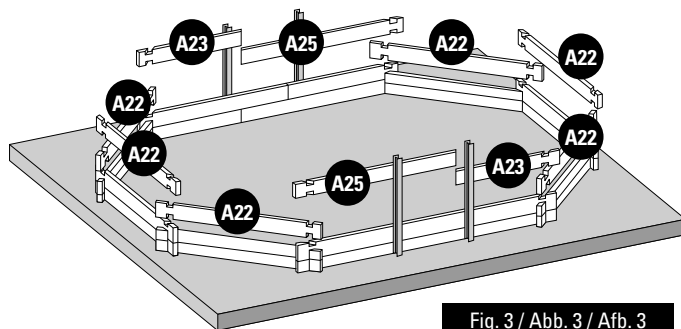

Fig. 3 / Abb. 3 / Afb. 3
- EN** **3rd LAYER OF BOARDS:** Install the third layer of boards as shown in figure 3. The position of the refilling fitting with the key and the skimmer should be defined at the start of the assembly (read the specific paragraphs).
- FR** **3ÈME RANGÉE MADRIERS :** Positionnez les madriers de la 6ème rangée conformément à la figure 3. Vous devez avoir déterminé l'emplacement de la buse de refoulement et du skimmer dès le début du montage (voir paragraphes spécifiques).
- DE** **3. BRETTERREIHE:** Platzieren Sie die Bretter der dritten Reihe laut Abb. 3. Zu Beginn der Montage müssen Sie die Lage des Druckventils und des Skimmers festlegen (lesen Sie hierzu die entsprechenden Abschnitte).
- NL** **3ª RIJ PLANKEN:** Plaats de planken van de derde rij zoals te zien is op afbeelding 3. U moet al bij aanvang van de montage bepalen op welke plaats het uitstroommondstuk en de skimmer moet komen (less de betreffende paragrafen).